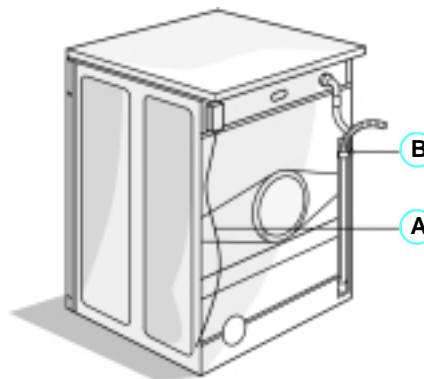

Fig. 1
1. Allentare il tubo flessibile di scarico soltanto dal fissaggio sinistro, (vedere freccia A in Fig. 1).
Non allentare il fissaggio del tubo flessibile di scarico, (vedere freccia B in Fig. 1 altrimenti può fuoriuscire acqua (pericolo di scottature).